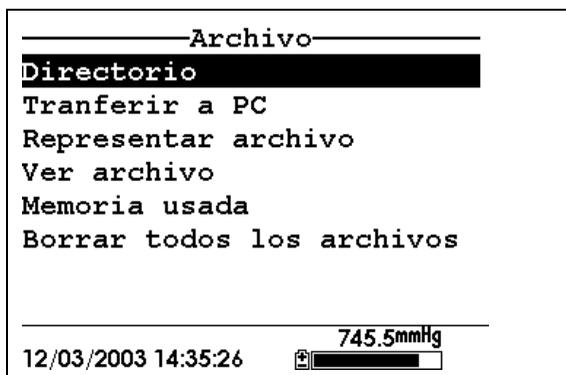

Imagen 8.2 Pantalla del Archivo
2. Use las flechas para seleccionar la opción de **Directorio**. Ver Imagen 8.2 .
1. Vaya a la pantalla del archivo según lo descrito en la Sección **Error! Reference source not found.**. Ver Imagen 8.2 .
3. Use las flechas para seleccionar la opción **Transferir a PC**. Ver *Imagen 8.2*.
3. Use las flechas para seleccionar la opción **Descarga en su PC**. Ver *Imagen 8.2* .
2. Use las flechas para seleccionar la opción **memoria usada**. Ver *Imagen 8.2*.